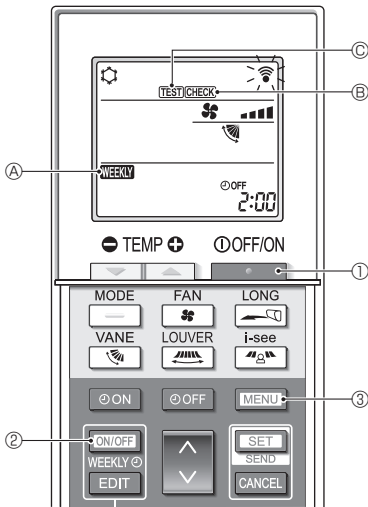

Fig. 7-1
7.1. Essai de fonctionnement (Fig. 7-1)
- Appuyez sur la touche ① pour arrêter le climatiseur.
- Si la minuterie hebdomadaire est activée (**WEEKLY** ④ est allumé), appuyez sur la touche ② pour la désactiver (**WEEKLY** ④ est éteint).
- Appuyez sur la touche ③ pendant 5 secondes.
- CHECK** ⑤ s'allume et l'appareil entre en mode service.
- Appuyez sur la touche ③.
- TEST** ⑥ s'allume et l'appareil entre en mode essai de fonctionnement.